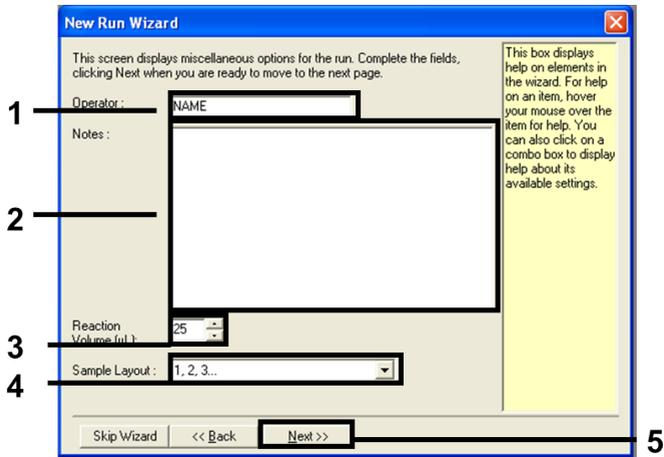

Abbildung 2. Eingeben des Bedienernamens und der Reaktionsvolumen.
4. Geben Sie in das Feld Operator (Bediener) den Namen des Bedieners ein. Geben Sie Anmerkungen ein und stellen Sie den Wert im Feld Reaction Volume (Reaktionsvolumen) auf 25 ein. Vergewissern Sie sich, dass für die Werte im Feld Sample Layout (Probenkonfiguration) 1, 2, 3... ausgewählt ist. Klicken Sie auf Next (Weiter) (Abbildung 2).